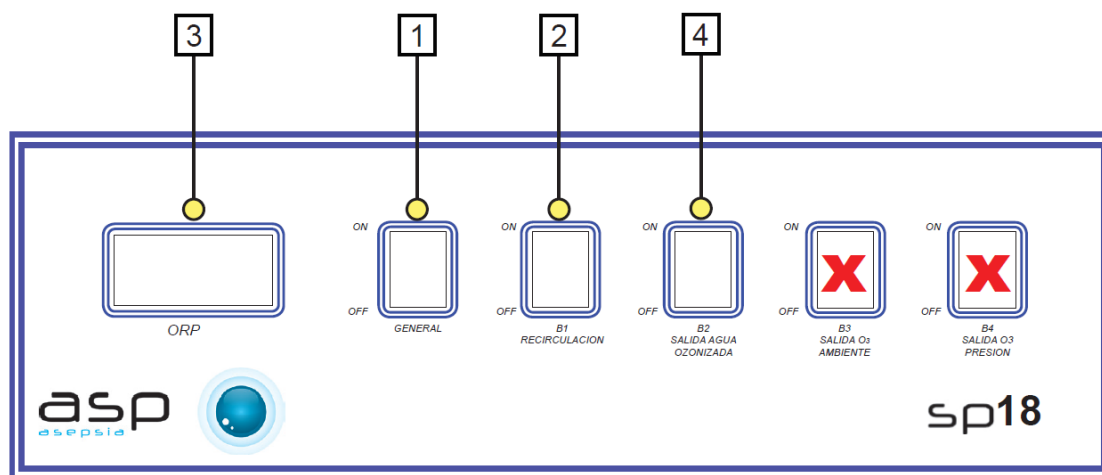

Figura 3
ATENCIÓN Antes de continuar debe verificarse que se encuentran apagados los interruptores B3 - Salida O3 ambiente y B4 - Salida O3 presión marcados con una "x" en la figura 3.
- 4- Accionar el interruptor B1 - Bomba de recirculación de agua (On) (Figura 3 posición 2) y seguidamente, encender el interruptor general del panel de mandos (On) (Figura 3 posición 1), de esta manera empezará a funcionar el sistema de mezcla ozono/agua.
- 5- Una vez accionado el sistema de mezcla, esperar hasta que el agua alcance el nivel de ozono necesario para poder higienizar. Se recomienda que el potencial redox alcanzado por el equipo sea superior a **750 mV** antes de aplicar el agua ozonizada. El indicador de potencial redox puede leerse en la pantalla del lector ORP (Figura 3 posición 3).
Accionar el interruptor B2 - Salida de agua ozonizada del depósito (Figura 3, posición 4).